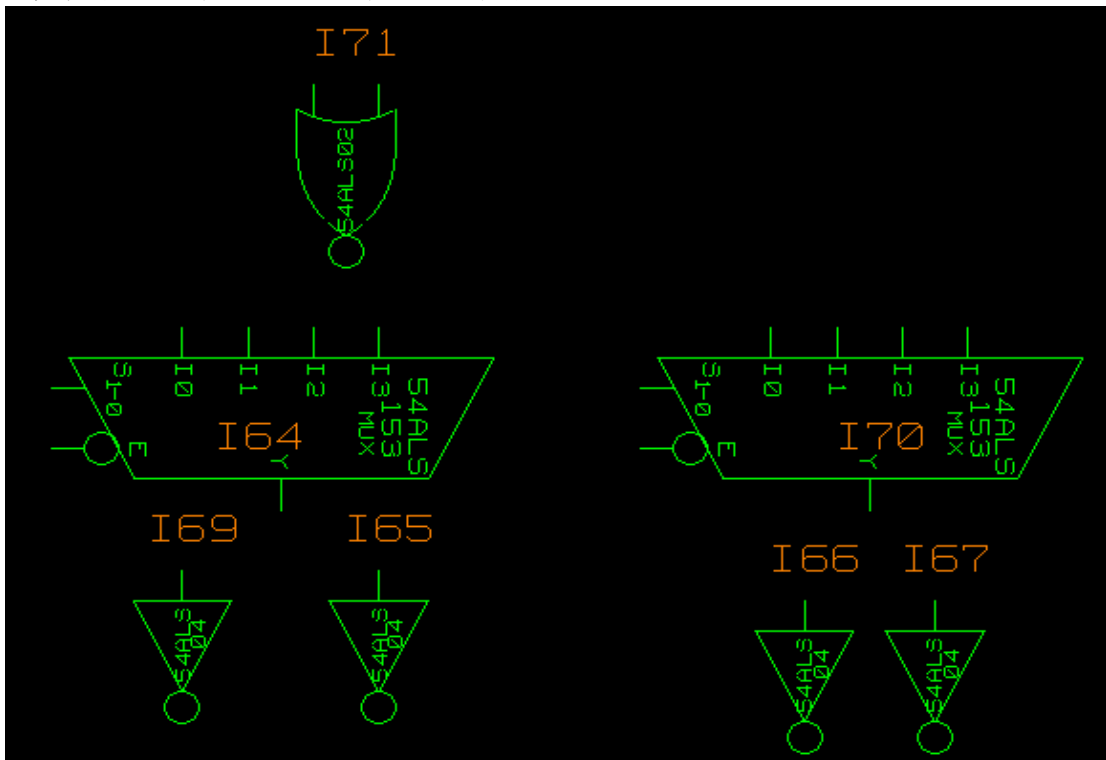

图 3.14
5. 依次放置 4 个 ls04 和一个 ls02。如图 3.14